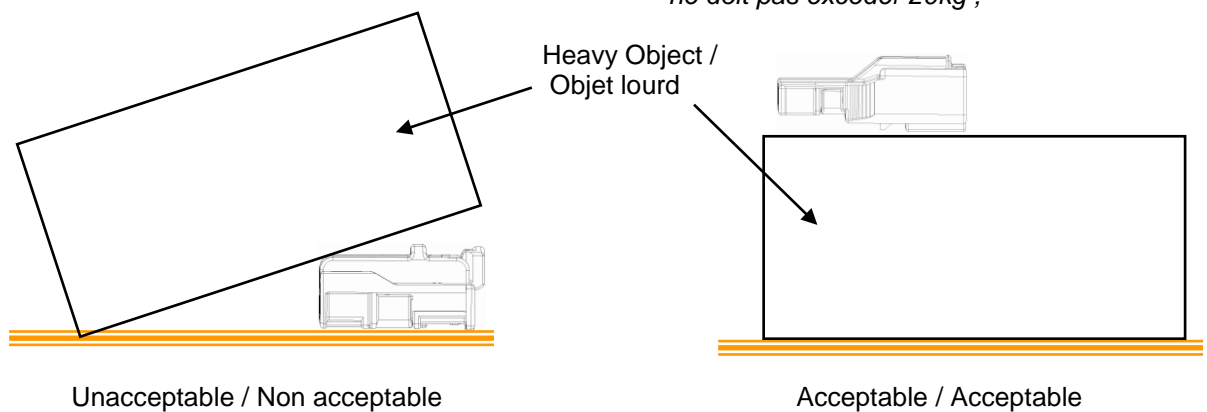

Figure 36 Heavy object positioning / Positionnement des objets lourds
- Any heavy and/or bulky objects shall be placed on the bottom of the carton or divider to prevent their weight from being applied on the connector (Figure 36). Maximum weight allowed on a single connector shouldn't surpass 20 kg;
- Tout objets lourd et / ou encombrant doit être placé au fond du carton ou de l'intercalaire afin d'éviter que le poids de ces composants ne repose sur le connecteur (figure 36). La masse maximum autorisée sur le connecteur ne doit pas excéder 20kg ;